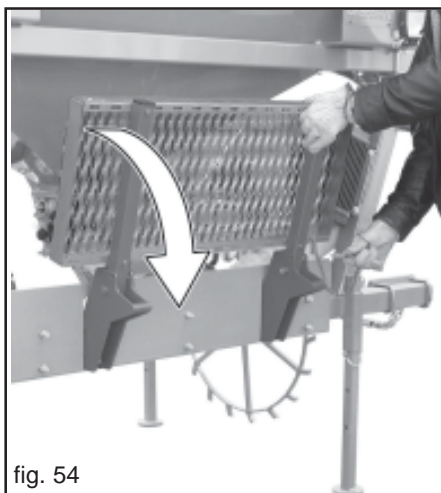

fig. 54
- 1) Faire reposer au sol les pieds de support de la machine. Retirer la cheville de fixation, puis renverser le marchepied d'inspection (Fig. 54).